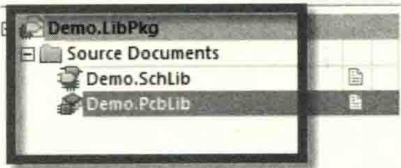

图 5-61 离散之后的元件库文件及 PCB 库文件
(2) 单击“Extract Sources”，离散这个集成库，可以看到如图 5-61 所示分散开的元件库文件和 PCB 库文件，如果需要编辑，双击它们，单独编辑即可。